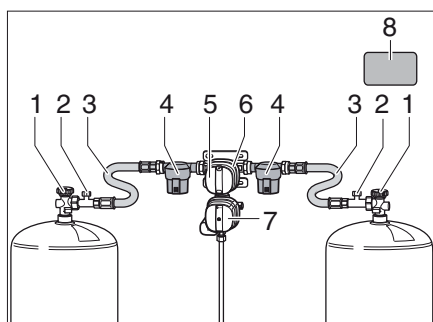
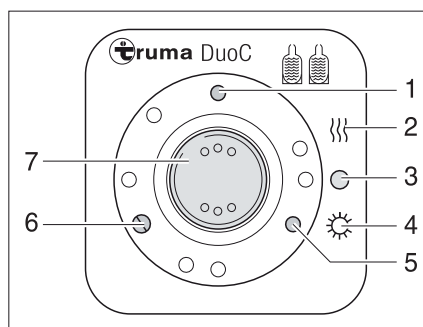
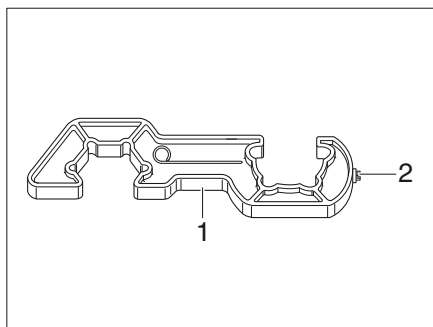
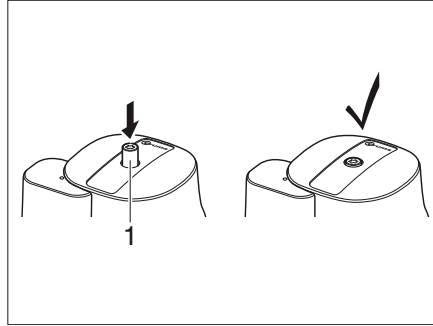

Fig. 85 Dispositif de commutation DuoControl
Fig. 86 Unité de commande
Fig. 88 Dispositif de vissage
Fig. 89 Crash-Sensor
Le dispositif de commutation DuoControl est constitué d'une robinetterie de commutation (Fig. 85,6) et de l'unité de commande (Fig. 86). La robinetterie de commutation est montée entre les flexibles de gaz (Fig. 85,3). Avec le bouton rotatif (Fig. 85,5) sur la robinetterie de commutation, on peut déterminer laquelle des bouteilles de gaz est la bouteille de service et quelle bouteille de gaz est utilisée comme bouteille de réserve.
La robinetterie de commutation (Fig. 85,6) est équipée de l'installation de dégivrage du régulateur EisEx. On évite ainsi des dérangements de l'installation de gaz en hiver.
Avant la robinetterie de commutation se trouvent de chaque côté un filtre à gaz (Fig. 85,4), lequel protège l'installation de gaz de l'encrassement par l'huile et des impuretés.
Seules les fonctions électriques peuvent être commandées sur l'unité de commande (Fig. 86). Les robinets principaux des bouteilles de gaz (Fig. 85,1) doivent être ouverts manuellement.
Lorsque le voyant de contrôle vert (Fig. 86,6) est allumé, la bouteille de service est pleine. Lorsque le voyant de contrôle rouge (Fig. 86,5) est allumé, la bouteille de service est vide. L'alimentation en gaz se fait alors via la bouteille de réserve.
- Ouvrir les robinets principaux (Fig. 85,1) sur les bouteilles de gaz.
- Avec le bouton rotatif (Fig. 85,5) situé sur la robinetterie de commutation (Fig. 85,6), sélectionner la bouteille de gaz à partir de laquelle le gaz sera utilisé principalement (bouteille de service). Toujours tourner le bouton rotatif à fond.
- Mettre le commutateur à bascule (Fig. 86,7) sur "O" (Fig. 86,3). Le voyant de contrôle jaune (Fig. 86,1) s'éteint.
- Fermer les robinets principaux (Fig. 85,1) sur les bouteilles de gaz.
Les voyants de contrôle de l'unité de commande (Fig. 86,5 et 6) signalent à l'intérieur du véhicule si la bouteille de gaz est en état de marche.
Lorsque le voyant de contrôle vert (Fig. 86,6) s'éteint pendant le fonctionnement et que le voyant de contrôle rouge (Fig. 86,5) s'allume, la bonbonne de gaz sélectionnée comme bouteille de service est vide et doit être remplacée. La bouteille de réserve alimente les appareils à gaz.
- ▶ Pour visser et dévisser les flexibles à haute pression, utiliser le dispositif de vissage (Fig. 88,1) fourni. Il assure le couple de serrage requis et prévient l'endommagement du raccord vissé par l'utilisation d'un outil incorrect.
- Fermer le robinet principal (Fig. 85,1) sur la bouteille de gaz vide.
- Dévisser le flexible à haute pression (Fig. 85,3) de la bouteille de gaz à l'aide du dispositif de vissage (Fig. 88).
- Raccorder la bouteille de gaz pleine au flexible à haute pression (Fig. 85,3).
- Ouvrir le robinet principal (Fig. 85,1) sur la bouteille de gaz.
- Tourner le bouton rotatif (Fig. 85,5) de la robinetterie de commutation (Fig. 85,6) d'un demi-tour de manière à ce que la bouteille remplacée serve de bouteille de réserve.
- Appuyer sur le bouton (Fig. 85,2) de la sécurité de rupture de flexible sur le tuyau flexible haute pression afin de l'activer.
- Le cas échéant, appuyer sur le bouton de réinitialisation (Fig. 89,1) sur le Crash-Sensor.
- ▶ Tenir compte de l'autocollant de sécurité (Fig. 85,8) sur le compartiment à gaz.
- Avec le Torx T20 (Fig. 88,2), enfoncer le bouton de déverrouillage (Fig. 89,1) sur le dispositif de vissage, tourner légèrement dans le sens des aiguilles d'une montre et maintenir pendant 5 secondes. Le Crash-Sensor est prêt à fonctionner lorsque le bouton de déverrouillage (Fig. 89,1) reste en position abaissée.
- Après le remplacement de la bouteille de gaz, appuyer avec force sur le bouton vert (Fig. 85,2) sur le flexible à haute pression (Fig. 85,3).